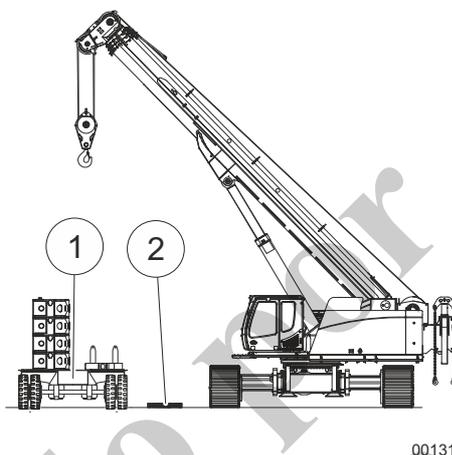

Fig. 174 Sujeción de soporte de lastres
- 8 Prepare los tablones de madera (2, Fig. 174) como un soporte para el contrapeso.